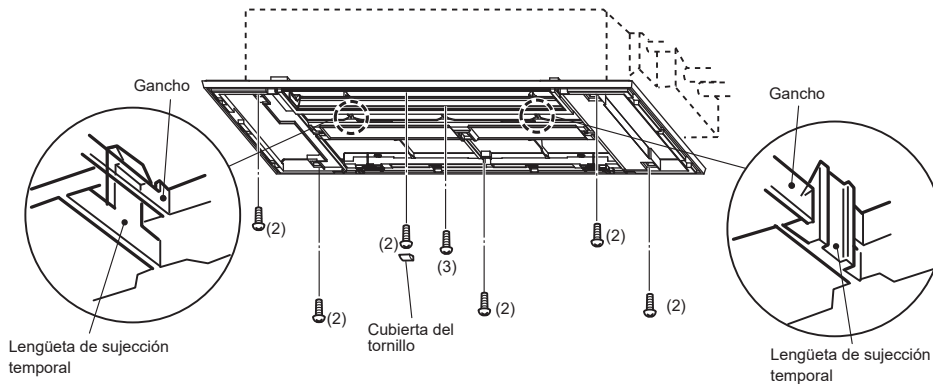

Fig. 5
5. Enganche las lengüetas de sujeción provisional de la rejilla a los ganchos de la unidad interior. (Fig. 5)
Coloque los 4 tornillos de fijación (2) sin apretarlos cerca de las esquinas. (Fig. 5)
7. Apriete los tornillos de fijación (2) y el tornillo de fijación (3) en el centro de la rejilla. (Fig. 5)